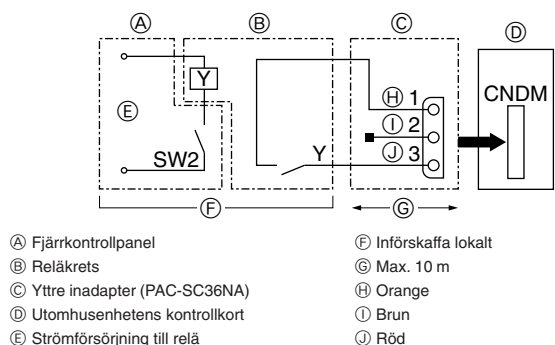

Fig. 9-2
9.2. Behovsfunktion (modifiering på plats) (Fig. 9-2)